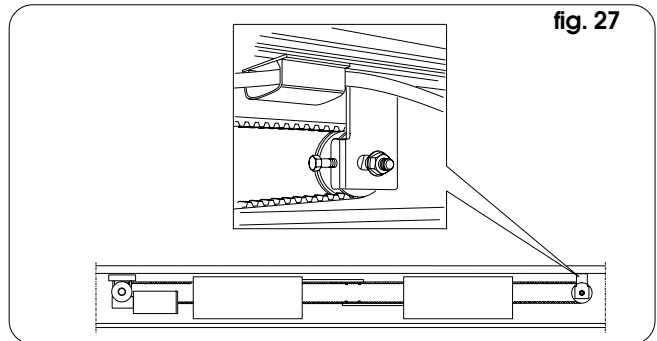

fig. 27
- Vérifier que la courroie n'est ni lâche ni trop tendue, et éventuellement agir sur le dispositif de réglage illustré dans la fig. 27: desserrer l'écrou et régler par l'intermédiaire de la vis (en la serrant, la courroie se tend, en la desserrant, la courroie se détend), puis rebloquer l'écrou.